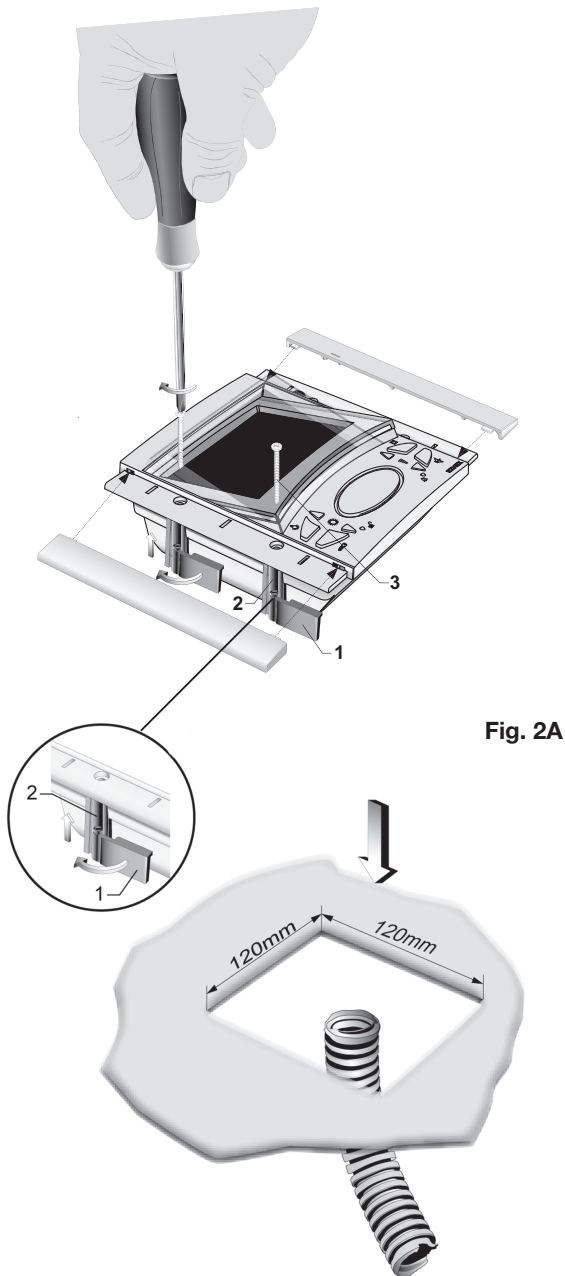

Fig. 2A
- Fixer les étriers au moniteur comme indiqué dans la figure en tenant les curseurs bien alignés aux côtés du moniteur (part. 1, Fig. 2A).